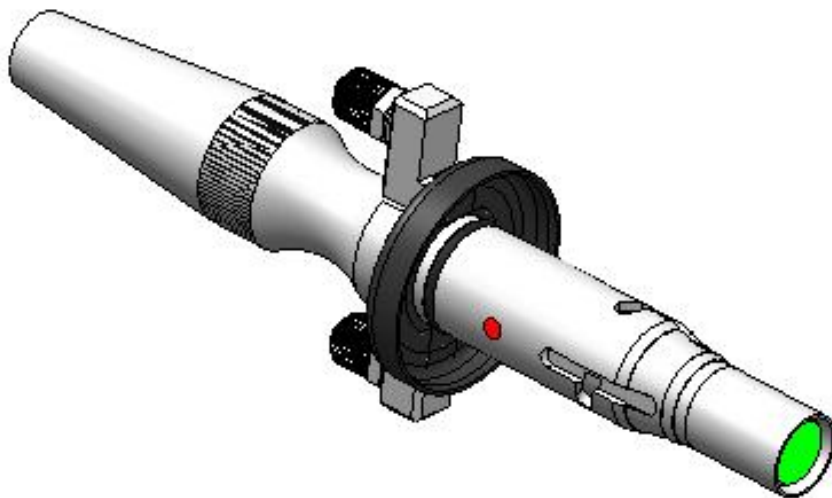

图2.6
- ② 将配件中白色小盒子内的防尘套套进光纤头上，如下图2.6所示：